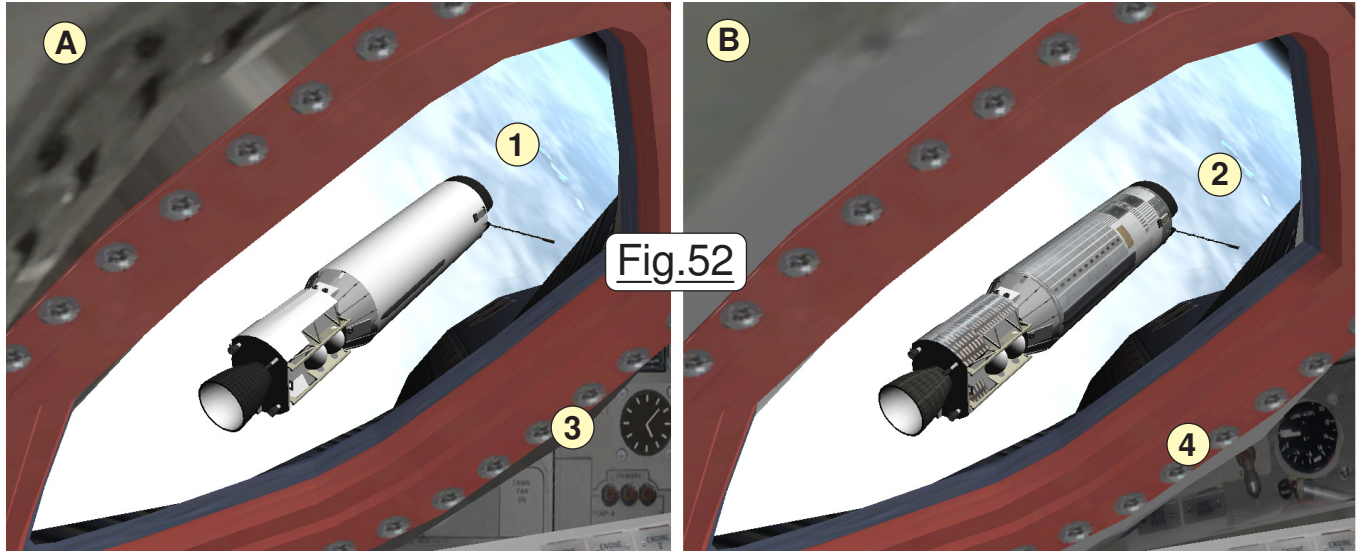
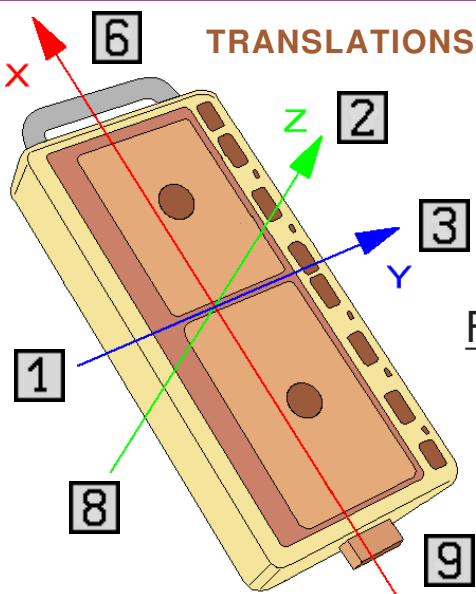
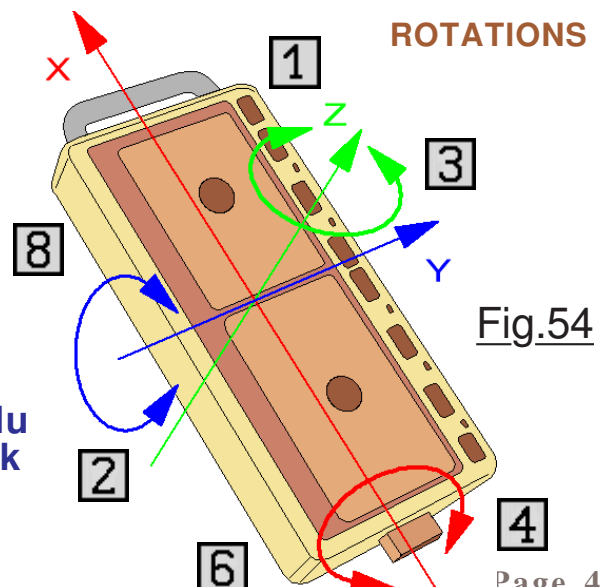

**Fig.51**
Fig.53
Fig.54
**J** usqu'à présent la mission se déroule pour le mieux et bien des objectifs sont atteints. Globalement c'est une réussite. Ce 20 juillet 1966 la capsule a effectué le rapprochement de l'AGENA laissé en orbite lors du vol Gemini VIII. Ses batteries sont déchargées depuis longtemps et c'est devenu un engin électriquement inerte. La touche **G** permet bien de rétracter l'antenne hélicoïdale, mais ce n'est qu'un leurre informatique. CAP COM a donné son autorisation à Collins pour aller récupérer ce coffret expérimental qui a été exposé aux micrométéorites durant plusieurs semaines. Nous allons dans cet exercice détailler la procédure d'une telle EVA. La scène d'origine **09. Visiting An Old Friend** convient parfaitement, mais sachez, pour vous saper le moral, que personnellement j'ai installé le complément dont il est question en Fig.52 de l'encadré placé en haut de la page 49. Le vaisseau est un peu loin, pour faciliter le travail de Michael approchez de la cible aux RCS dont vous n'avez pas oublié de conditionner le mode TRANSLATION. (Si dans l'exercice précédent vous n'avez pas été viré de la NASA, vous y avez forcément pensé !) Manœuvrez toutefois avec parcimonie, car les réservoirs d'ergols sont bien entamés et il faut un minimum de carburant pour assurer le retour sur terre. Au travail : Séquence **K > Q >** si le système d'exploitation de votre P.C. est VISTA ou WIN 7 vous **annulez [Verr Num]**. Puis **[MAJ] 4 num** ou **[MAJ] 6 num** pour indexer le siège **Attach:Seat2** et enfin **[MAJ] 0 num** pour libérer **GemAstro2**. En prendre les commandes dans la liste **[F3]**. Il faut longer l'étage de la fusée jusqu'à l'antenne hélicoïdale. Comme montré sur la Fig.51 déplacez l'astronaute jusqu'à approcher le module expérimental **Micropack** pratiquement à le toucher. Avec **[F3]** prenez le contrôle de **GATV**, puis touche **Q** pour avoir **Attach:micro:Micropack** à l'écran. **[MAJ] 0 num** pour le libérer et avoir **<free>** dans le texte d'état. Quand le **Micropack** est libéré, on peut en prendre les commandes par l'entremise de **[F3]** et le piloter comme un vaisseau quelconque. Refermez la fenêtre avec **Q**. Les Fig.53 et Fig.54 nous indiquent les sens des mouvements en fonction des commandes classiques. Par contre, je n'ai pas trouvé comment le saisir et le ramener à bord. Du reste je ne suis pas persuadé que ce soit possible. Je vous laisse réaliser en autonomie le retour sur terre, dont vous trouverez les coordonnées de l'amerrissage en 09 de la page 46.